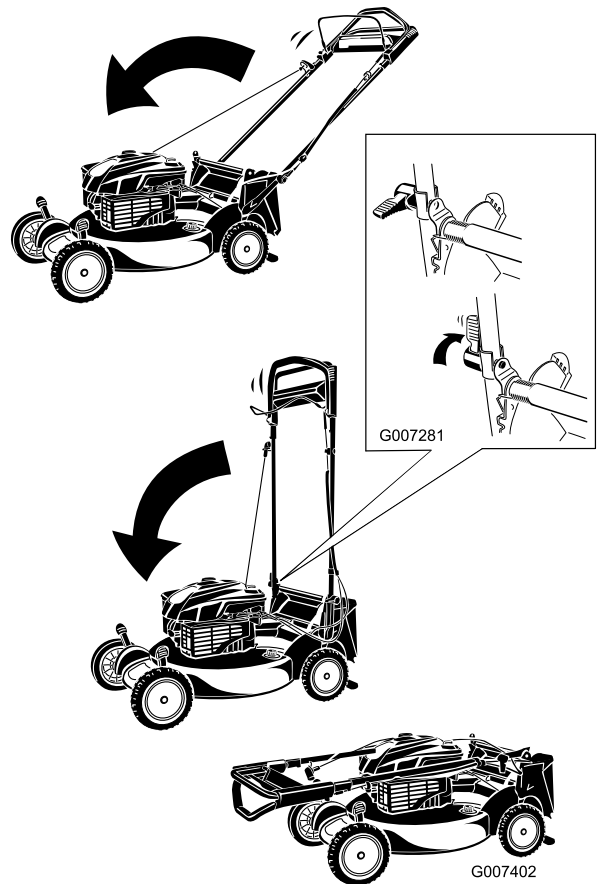

Bild 41
1. Drehen Sie den Griff nach vorne (Bild 41).